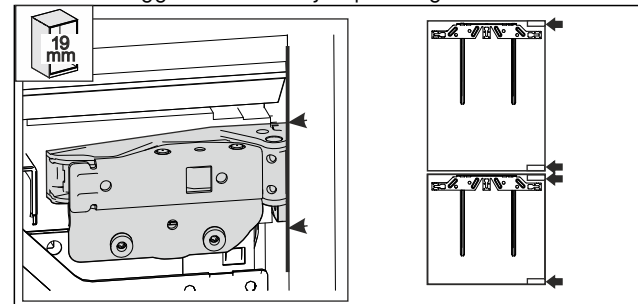

Fig. 57 *
- 19 mm tykkelse Møbelsidevegg: den fremre kanten til hengslene er på linje med forsiden av møbelsideveggen. Fig. 57 ()